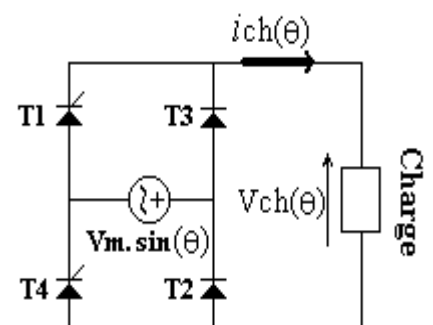
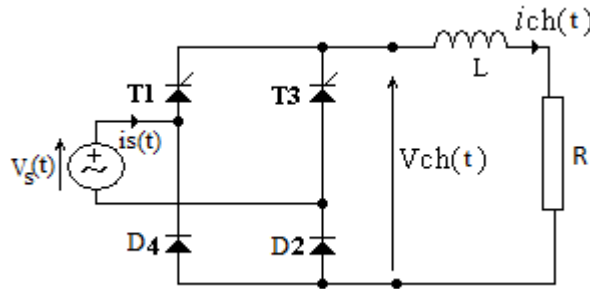

Fig.3 : Pont mixte
Fig. 4 : Pont mixte alimentant une charge R-L.
IV- Montage en pont mixte (fig. 3) ($L \gg R$):
V- Montage en pont mixte (fig4) ($L \gg R$):
- 1) Comparer ce montage avec le montage de la figure 3.
- 2) Comment appelle-t-on ces deux montages (fig3 et fig4)?